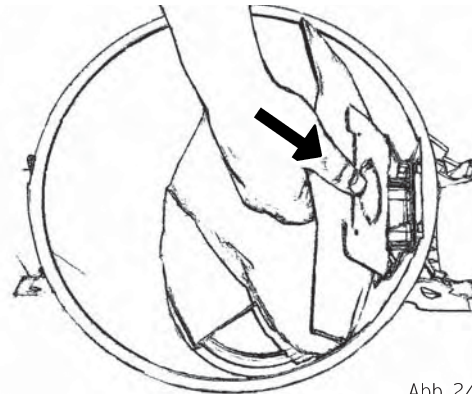

Abb. 24
1. Passen Sie die Karte des Staubbeutels mit dem Loch in die Beutelhalterung ein, Abb. 24.